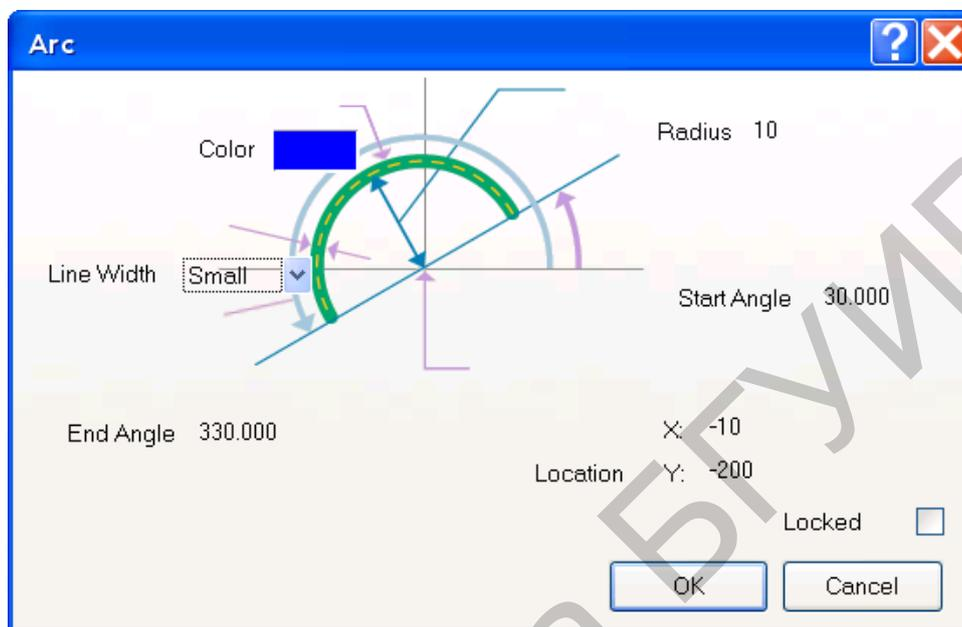

Рис. 13. Диалоговое окно настройки параметров дуги
3. Активизировать команду черчения дуги Place>Arc. Клавишей Tab активизировать диалоговое окно настройки параметров дуги (рис. 13).